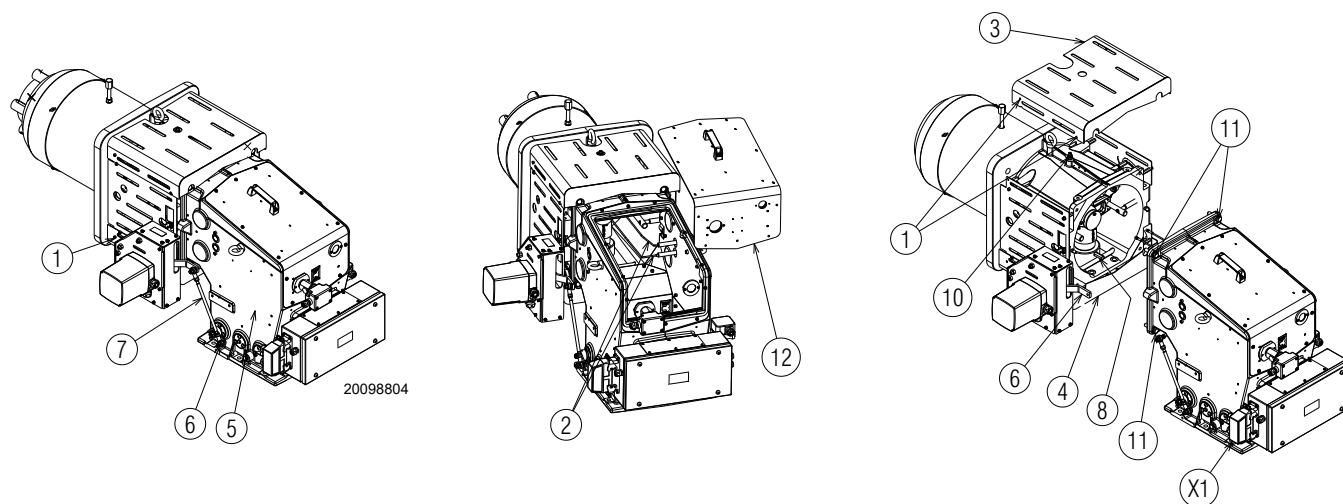

Fig. 16
- Svitare i dadi autobloccanti 6)(Fig. 16) e sganciare i tiranti 7-8).
- Staccare il convogliatore 5) del bruciatore, come indicato in Fig. 16.